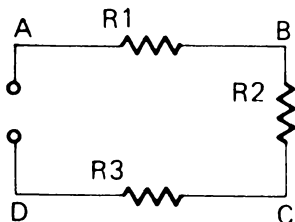

Figura 1
13. Riferitevi alla Figura 1.  $R_1 = 2 \text{ K}\Omega$ ,  $R_2 = 3 \text{ K}\Omega$ ,  $R_3 = 5 \text{ K}\Omega$ ,  $A = +20\text{V}$ ,  $D = \text{GND}$ .
14. Riferitevi alla Figura 1.  $R_1 = 2 \text{ K}\Omega$ ,  $R_2 = 3 \text{ K}\Omega$ ,  $R_3 = 5 \text{ K}\Omega$ .